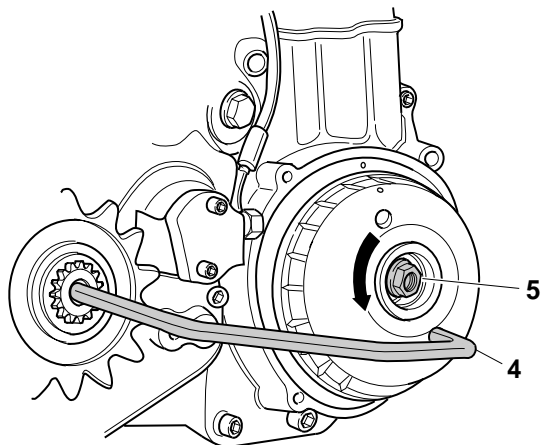

Fig.52
7. Riposizionare l'estrattore "4" come in fig.52 e serrare il dado "5" utilizzando per il bloccaggio **Loctite** frenafiletti di **Tipo medio 243**.
7. To reinstall the extractor "4" like in Fig. 52 and thightening the nut "5" for the bloking **Loctite** of **middle type 243**.
7. Auszieher "4" in die Position (Abb. 52) stellen, Mutter "5" festziehen: zur Blockierung **Loctite** (Mitteart 243) benutzen.
7. Placer l'extracteur "4" voir fig.52 et serrer l'écrou "5" en utilisant **Loctite Type moyen 243**.